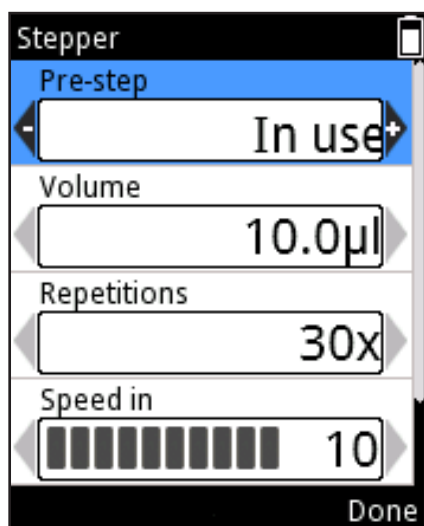

図 D23
- Pre-step(プリステップ)は、一部の液体を使用する際に、結果を向上させることができる追加の分注ステップです。プリステップのデフォルト設定は、「In use(使用)」ですが、「Not in use(未使用)」に変更することもできます。スクロールして**Pre-step**(プリステップ) を選択し、、 を用いて設定を変更します(図 D23)。